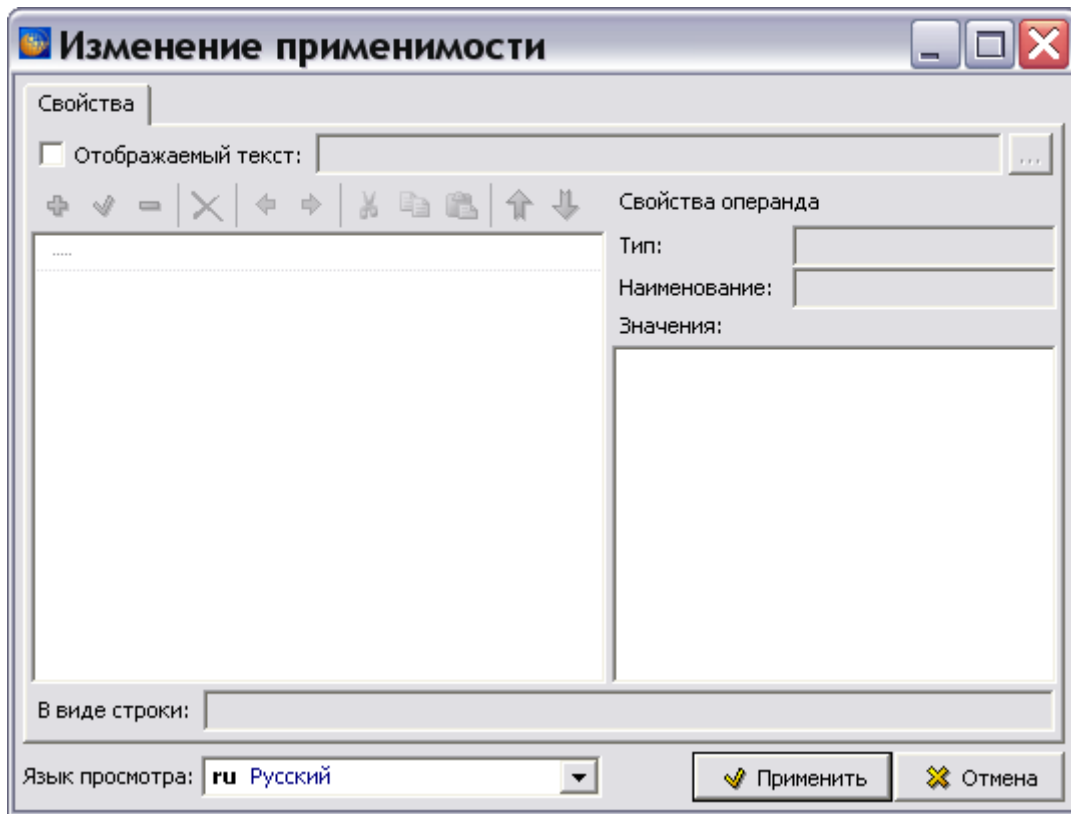

Рис. 92
- Нажмите на кнопку **Редактировать применимость**  справа от поля **Применимость**. При этом откроется диалоговое окно **Изменение применимости** (Рис. 92).